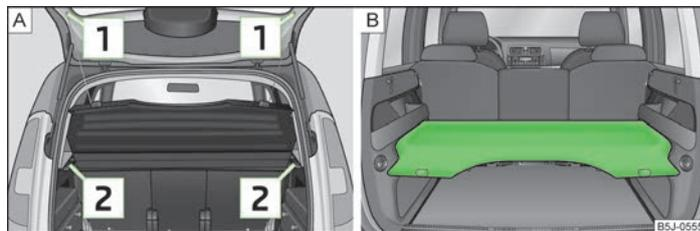

Abb. 47 Gepäckraumabdeckung ausbauen / Gepäckraumabdeckung in der unteren Position
- Die Haltebänder [1] » Abb. 47 aushängen.
Die Gepäckraumabdeckung kann auch in der unteren Position auf den Stützelementen angebracht werden » Abb. 47 - [B].